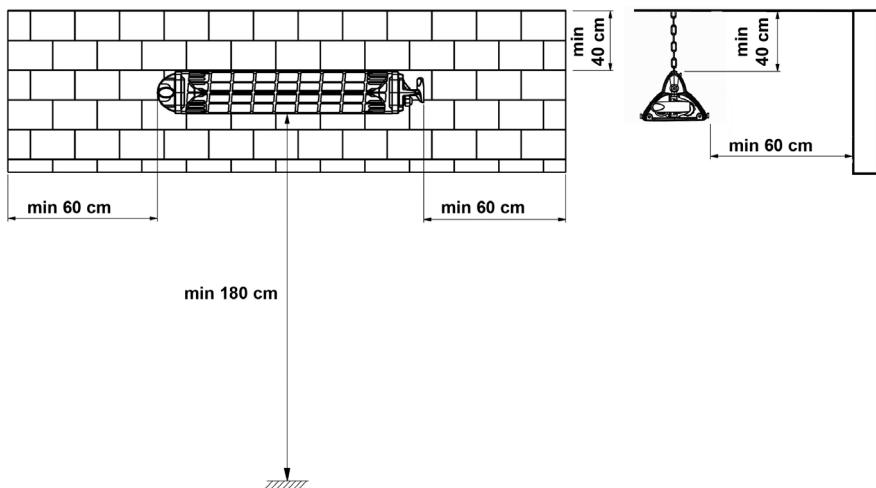

Fig. 1
- Pomiędzy najwyższą ścianą promiennika a sufitem pozostawić wolną przestrzeń 40 cm, a pomiędzy promiennikiem a ścianą 60 cm (rys. 1).
- Promiennik należy zamontować na minimalnej wysokości 180 cm (rys. 1). W przypadku montażu w łazience, minimalna wysokość wynosi 225 cm w strefach ochronnych 1 i 2, a w strefie 3 minimalna odległość od podłożu